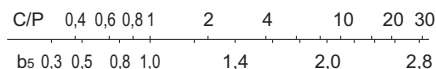

Рис.2 Коэффициент свойств материала
- b₅ : Коэффициент учета свойств материала (см. Рис.2)